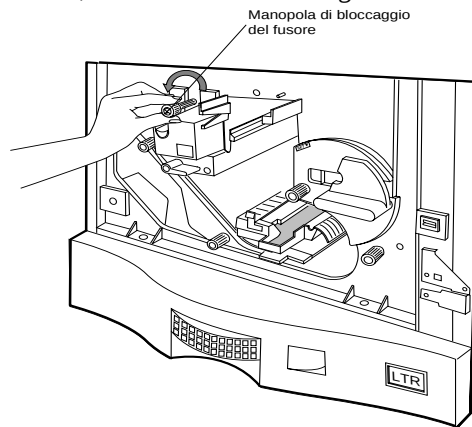

Figura 4-34 Sbloccaggio della manopola di bloccaggio del fusore
2. Girare più volte in senso antiorario la manopola di bloccaggio del fusore per sbloccare il fusore, come mostrato nella Figura 4-34.